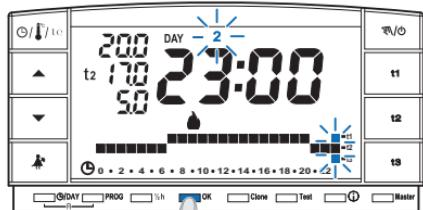

fig. 16
- Une fois complété le profil journalier , appuyer sur **OK** pour l'enregistrer ; puis passer à la modification du profil relatif à un autre jour ou bien appuyer sur la touche **OK pendant 4 secondes** pour enregistrer le nouveau programme hebdomadaire (fig. 16).